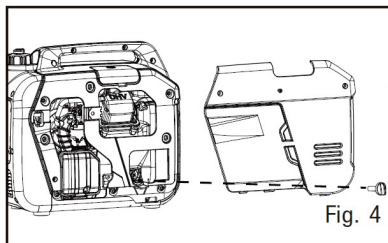
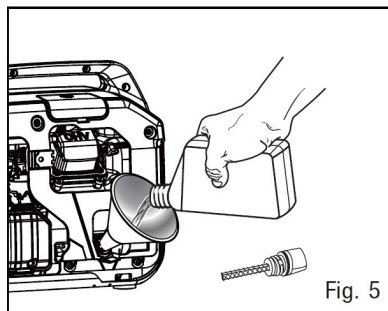

Fig. 4
Fig. 5
2. Skru av skruene (Fig.4) for servicedekselet, og fjern dekselet fra sidepanelet. Skru løs oljepeilepinnen (Fig.5) fra motoren.